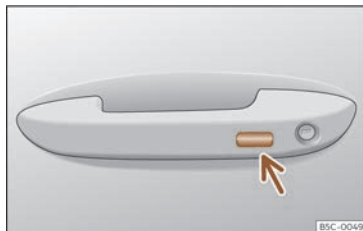

Fig. 95 Poignée de porte : surface sensible.
- **OU** à l'aide du système Keyless Access (verrouillage uniquement) : Appuyez un doigt pendant quelques secondes sur la surface sensible de verrouillage »» **fig. 95** (flèche) de la poignée de porte jusqu'à ce que les vitres et le toit ouvrant se ferment. Si vous cessez de toucher la surface sensible, la fonction d'ouverture/fermeture s'interrompt.
- Appuyez un doigt pendant quelques secondes sur la surface sensible de verrouillage »» **fig. 95** (flèche) de la poignée de porte jusqu'à ce que le toit ouvrant se ferme. Si vous cessez de toucher la surface sensible, la fonction d'ouverture/fermeture s'interrompt.